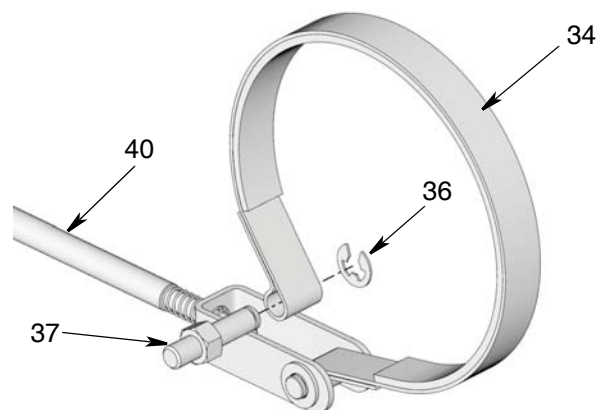

FIG. 30
10. Tournez l'ensemble du frein à 180° (FIG. 30).
11. Placez le collier (34) autour du moyeu à frein (12).
12. Placez l'axe de fixation (37) dans le collier (34) en vous assurant que l'extrémité de la pince est dans la position indiquée à la FIG. 30.
13. Replacez la pince (36) (FIG. 30).